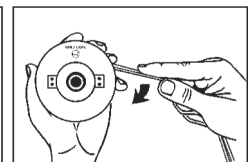

Fig. 8C
5. Wickeln Sie den Schneidfaden im Uhrzeigersinn auf die Spule wie in Fig. 8C aufgezeigt. Achten Sie auf feste Spannung und darauf, dass sich die beiden Fadenhälften im jeweiligen separaten Spulengehäuse befinden. Wickeln Sie den Faden auf bis jeweils 6" (15 cm) Fadenlänge verbleiben.